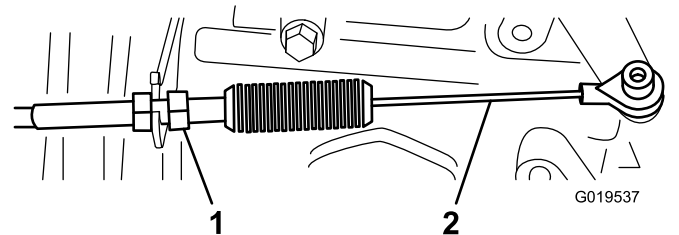
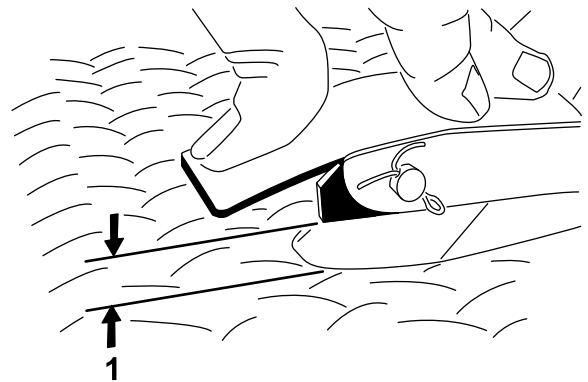

Figura 66
Figura 67
- Reglați articulația sferică de la nivelul cablului de acceleraie (Figura 66) pentru a asigura un spațiu de 2,54-6,35 mm între brațul pedalei de acceleraie și partea superioară a plăcii de podea cu model diamant (Figura 67) atunci când în centrul pedalei este aplicată o forță de 11,3 kgf.
- Strângeți contrapiulia (Figura 66).